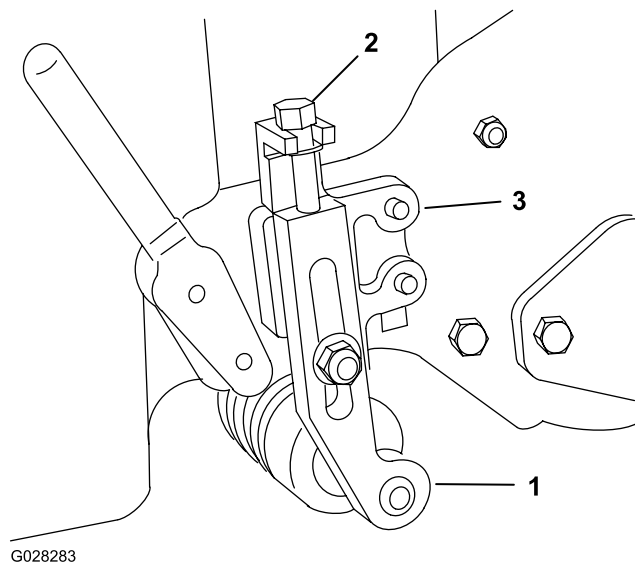

図 4
1. 刈り高アームを刈り高ブラケットに固定しているロックナットを外す 図 4。
3. 刈り高アームから調整ねじを外す 図 4。